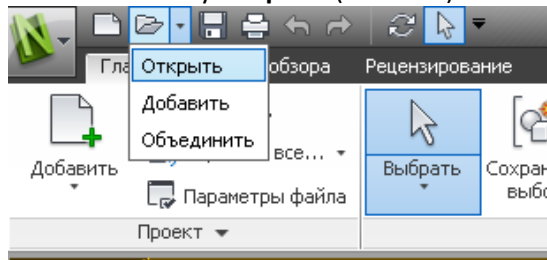

Рис. 141
- Нажмите кнопку **Открыть** (Рис. 141).